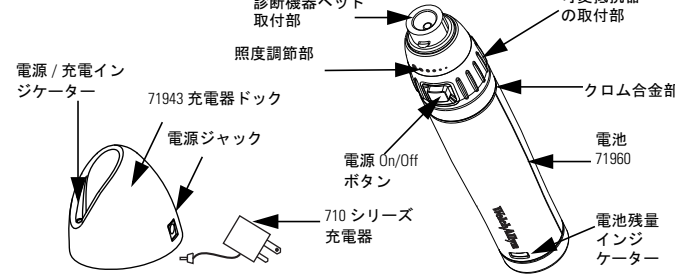

図 1
- 電源 On/Off ボタン(可変抵抗器の取付部)を押し、照度調節部を時計回りに回してランプの照度を上げ、端まで回します(図1)。
- 電源コードのプラグを壁のコンセントに差し込み、もう一方のプラグを充電器ドックの電源ジャックに差し込みます。電源を入れたと、電源 / 充電器インジケーターが緑色に点灯します(図1)。
- 電池が切れる前に、電池残量インジケーターが数分間点灯します(図1)。